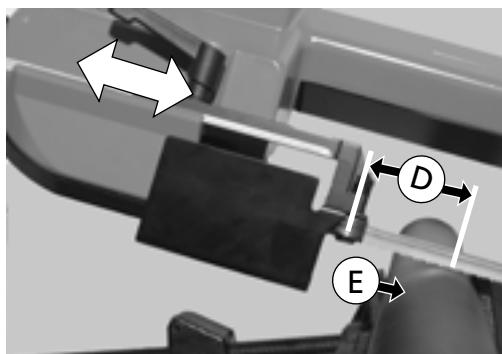

Fig. 24
2. Faça deslizar a estrutura da guia da lâmina de corte (dentro do rectângulo branco) na direcção das setas. A deslocação deve ser feita até que as rodas de fixação da lâmina de corte (B) se encontrem o mais próximo possível da peça a cortar (E) mas sem se tornarem num obstáculo. Por esta razão, a distância marcada deve ser em relação a (D) - (Fig. 24).